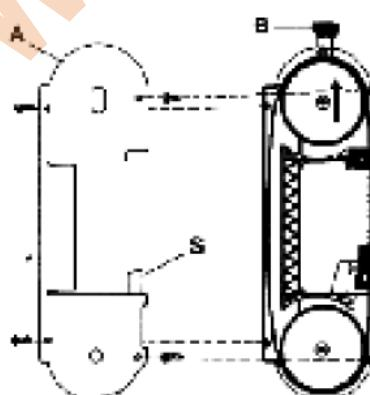
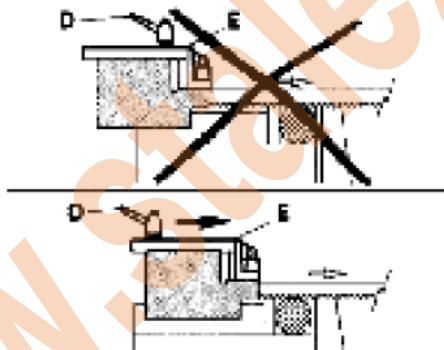

Рис.1
Рис. 2
1. Регулировка натяжения режущего полотна (Рис. 1)
Данный станок оснащен направляющей (E) со встроенным механизмом защиты. Направляющая станка, соответственно, направляет движение той части режущего полотна, которая непосредственно соприкасается с разрезаемой заготовкой, и одновременно с этим, служит для защиты той части режущего полотна, которая в соприкосновение с заготовкой не входит. Для регулировки, направляющей необходимо ослабить рукоятку (D) и плавно переместить направляющую (E) таким образом, чтобы подвести её ближе к или дальше от заготовки, подлежащей обработке (как показано на рис. 2).
• Ослабить рукоятку D (рис. 2) и плавно переместить направляющую (E) режущего полотна до упора, следуя направлению стрелки, как показано на рис. 2.
• Снять защитный корпус (A), отвинтив четыре винта.
• Ослабить натяжение режущего полотна, повернув ручку С (рис. 1) по часовой стрелке до упора, а маховик (B) – против часовой стрелки.
• Отрегулировать натяжение режущего полотна, как указано в пункте 1, и снова закрепить на месте две внешних направляющих путем поворота головки винта (Q) по часовой стрелке так, чтобы направляющие слегка соприкасались с режущим полотном.
• Закрепить на место две шестигранные гайки (P).
• Установить на место защитный корпус (A), осторожно вставив режущее полотно между защитными ремнями (S) (см. рис. 1).
• Установить направляющую (E) режущего полотна в правильное положение для осуществления резания (см. пункт 2).